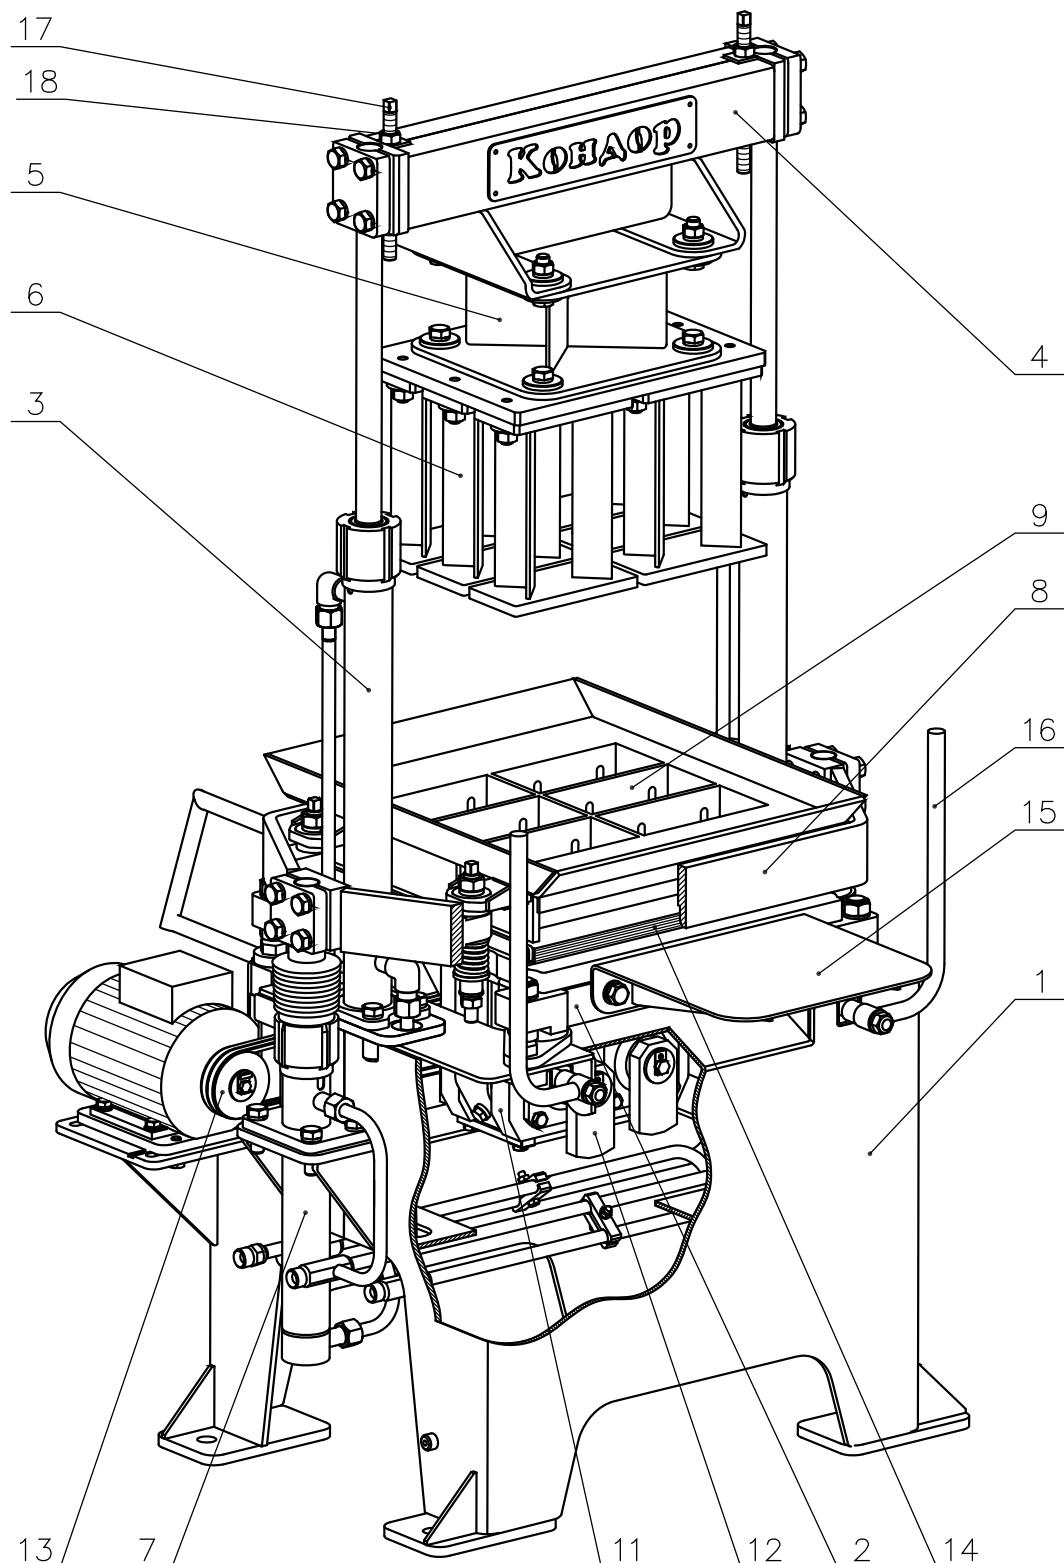
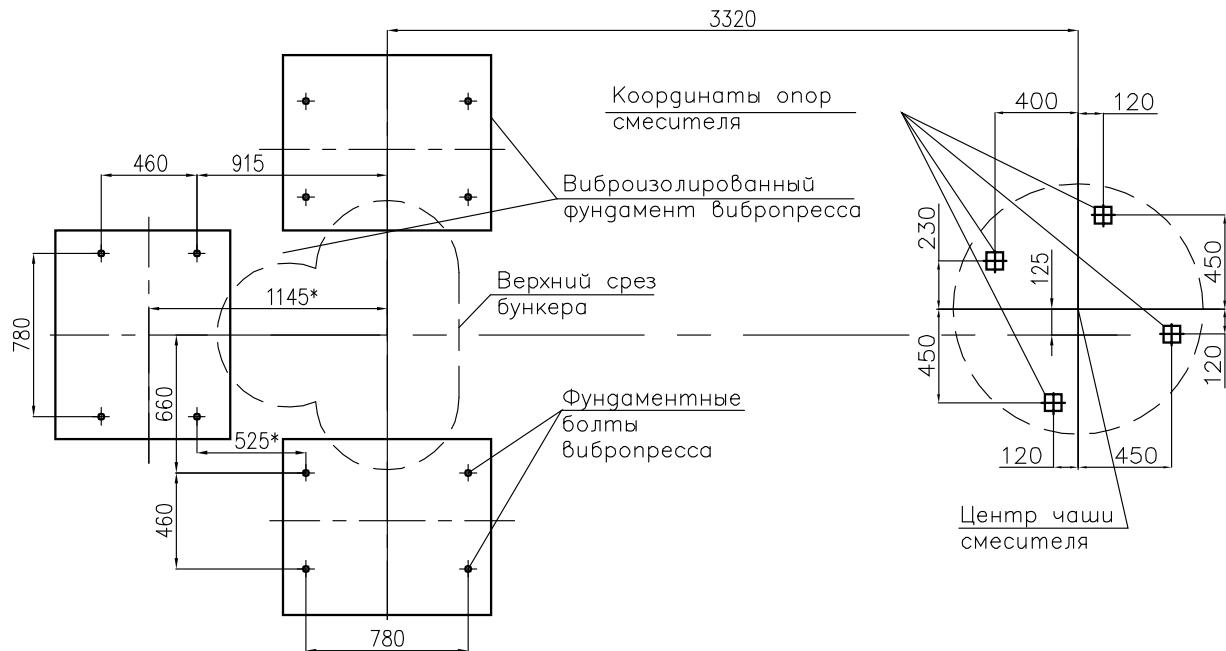
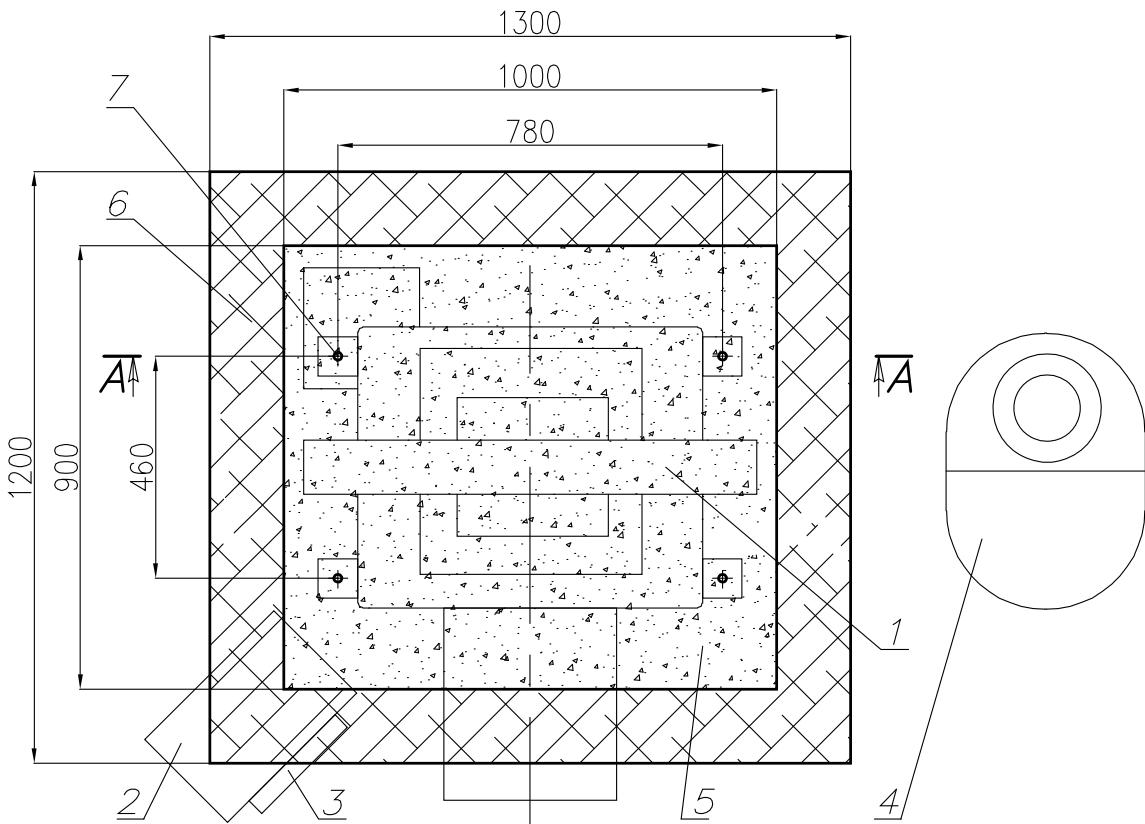

Рис.2. Вибропресс.
Рис. 16. Схема установки вибропрессов, бункера и смесителя.
Рис. 19. План фундамента вибропресса.
3.1. Установка монтируется на виброизолированном фундаменте в соответствии со схемой приведенной на рис. 16. План фундамента вибропресса и координаты фундаментных болтов показаны на рис. 19.
3.2. Прежде, чем начать монтаж установки, необходимо выполнить виброизолированный фундамент по схеме приведенной на рис. 19, 20. Работать на вибропрессе можно только после того, как фундамент наберет 100% прочности (28 дней при температуре 20 °C и 100% влажности).
3.3. Установить вибропресс на рабочее место, рис. 16 (17,18) и выровнять его в горизонтальной плоскости. Негоризонтальность не более 1 мм контролировать на опоре поддона 2 (рис. 2) по углам установки поддона. Выравнивание производить установкой металлических подкладок толщиной 0,5...1 мм под лапы станины.
- установить поддон 14 (рис. 2) на опору поддона вибростола пресса. Поддон устанавливается между двумя боковыми направляющими до упора;
- рукояткой 12 (на себя) опустить пуансон на смесь в матрице и, удерживая рукоятку на себя, нажать на педаль 3 включения виброблока. В процессе вибрации и опускания пуансона на смесь происходит уплотнение смеси. Процесс вибропрессования должен длиться до соприкосновения упоров, два регулируемых упора, установленные на балке 4 (рис. 2), с верхней частью цилиндров пуансона и, как правило, должен составлять 4÷10 сек. Момент касания упоров с цилиндрами оператор контролирует визуально, после чего отпускает рукоятку 12 (рис. 3) в нейтральное положение и снимает ногу с педали 3.
- выталкивателем 16 (рис. 2) за рукоятки вытянуть поддон с изделием со стола на полку 15;